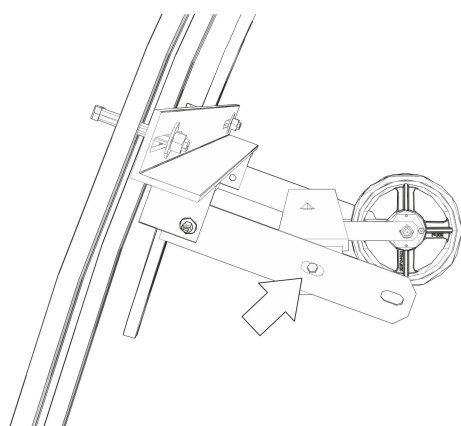

Abb. 33: Montage der Seilrolle
- 5. ➔ Rolle mit Befestigung zwischen den beiden oberen Verbindungs-laschen mit zwei Sechskantschrauben im mittleren Langloch der Verbindungs-laschen (Abb. 33) anschrauben.